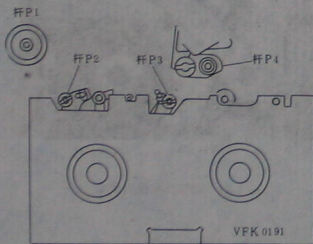

图 1-27 安放柱杆调节板
1) 参照图 1-27, 拆卸下顶盖、底板、前面板、护罩板和磁带盒仓, 安放柱杆调节板。